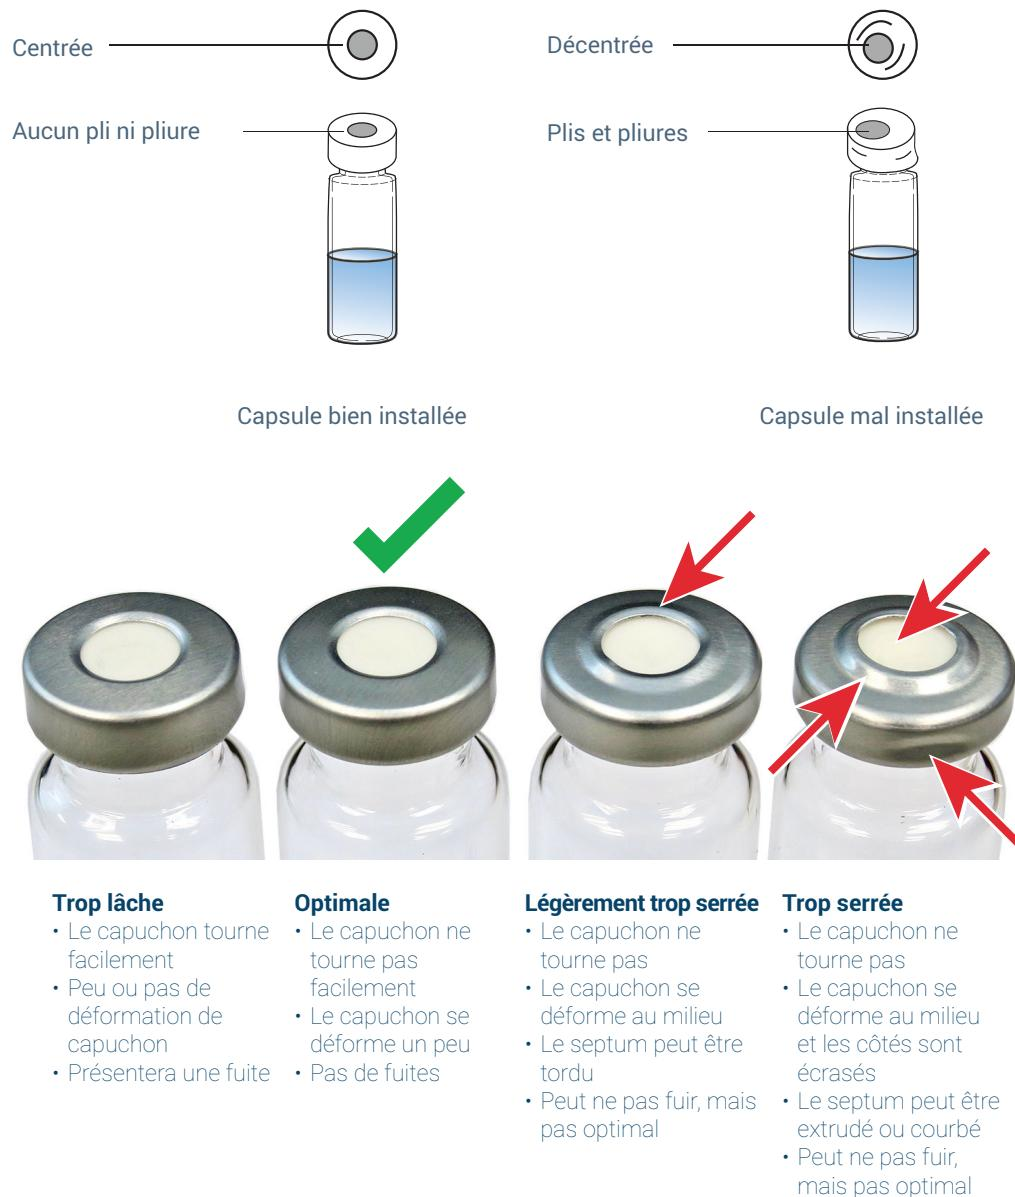

Figure 10. Exemples de capsules de flacon bien et mal installées
La **Figure 10** présente les montages correct et incorrect des capsules de flacon.
- 1 Tout d'abord, créez une manipulation flacon vide fermé comme décrit dans **“Fermer un flacon d'échantillon à l'aide d'un sertisseur électronique”** ou **“Fermer un flacon d'échantillon à l'aide d'un sertisseur manuel”**. Inspectez-le pour vous assurer qu'il semble acceptable. Le flacon doit ressembler au flacon optimal décrit dans la **Figure 10**. Si ce n'est pas le cas, réglez le sertisseur et créez d'autres flacons de test vides jusqu'à obtenir un flacon qui semble optimal.